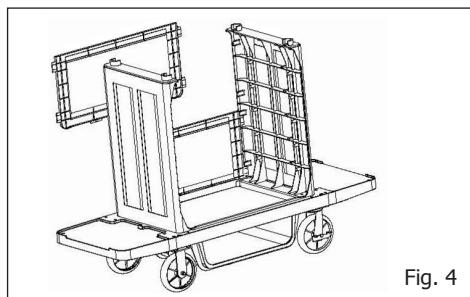

Fig. 4
- Placer les panneaux arrière dans les encoches prévues à cet effet sur les panneaux latéraux (Fig.4).